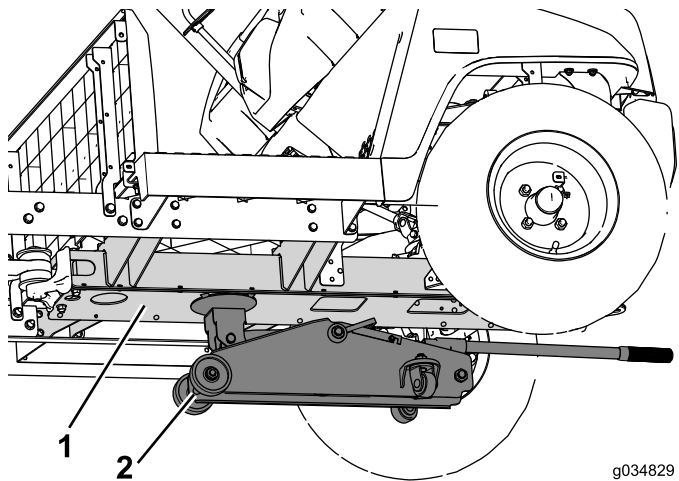

Figura 64
2. Coloque un gato de suelo debajo del perfil central para apoyar la parte delantera de la máquina (Figura 64).